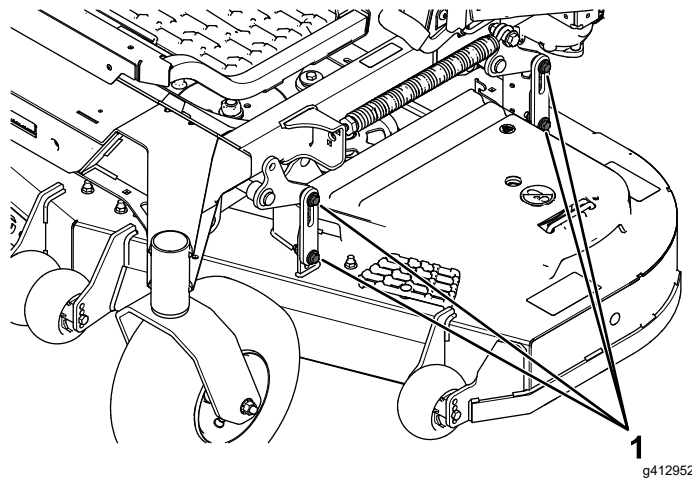

Figura 106
16. Afloje las contratueras (Figura 106) en las 4 esquinas y asegúrese de que la carcasa de corte queda bien asentada sobre los 4 bloques.